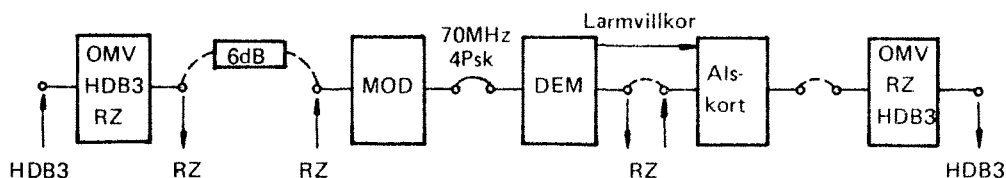

Bild 10. Uppkoppling för felsökning av digitala enheter RL-44
4.1.3.1 För att på ett enkelt sätt kunna kontrollera att PCM-signalen kan passera de digitala enheterna utan tillskott av bitfel, kan de olika enheterna slingkopplas enligt bild 10. Alternativt kan enheter med samma kodtyp slingbildas, t ex omvandlare HDB3/RZ och omvandlare RZ/HDB3, eller också kan enheterna mätas var för sig. Observera att vid kontroll av AIS-kortet (enkeldrift) måste demodulatoren vara larmfri, eftersom AIS-kortet erhåller ett larmvillkor från denna. Vid demodulatorlarm eller om demodulatoren inte är ansluten, erhålls bara "1"-or från AIS-kortet. Vid kontroll av modulator-demodulator måste alltid dessa kopplas samman i MF-snittet.